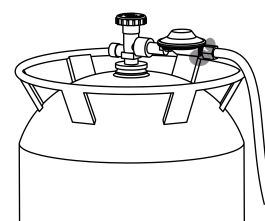

Figura 9
- El regulador y la manguera (ver Figura 9)